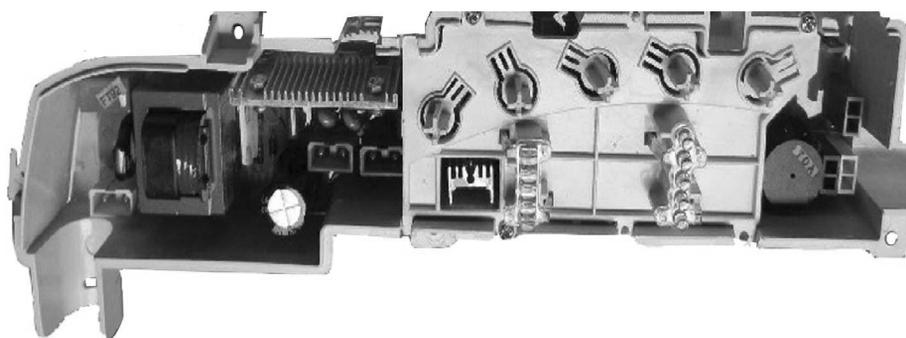

图 6-47 海尔 XQB45 - 918M 型波轮式洗衣机电脑程控器
**【附注】** 海尔 XQB45 - 918M 型波轮式洗衣机电脑程控器如图 6-47 所示。